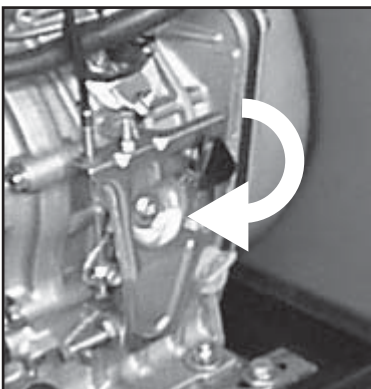

Abb.4
- 1) Die Beschleunigungsteuerung, die sich auf dem Motor befindet (siehe Abb. 4) unten positionieren (maximale Drehzahl).